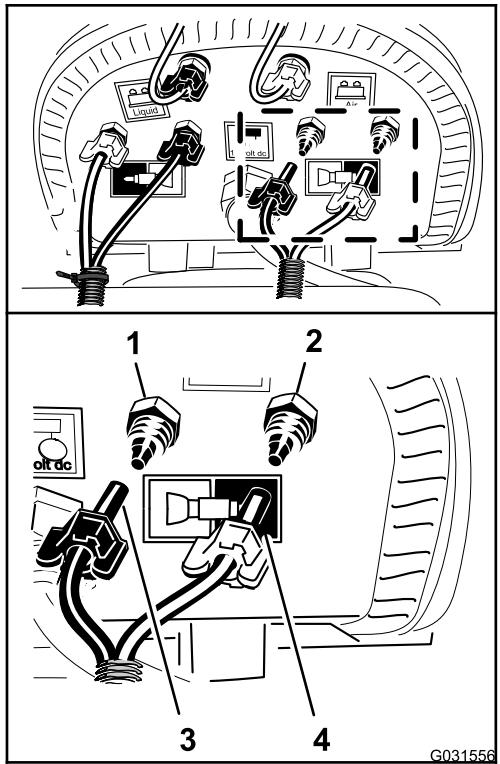

Figura 144
5. Collegate il tubo non marcato (senza fascetta per cavi) allineando il tubo blu per la sezione di irrorazione di sinistra sul raccordo di compressione per il circuito dell'acqua della sezione di irrorazione di sinistra (Figura 144).
- Montate il dado di compressione del tubo sul raccordo e serrate il dado manualmente (Figura 144).
- Allineamento del tubo trasparente per la sezione di irrorazione di sinistra sul raccordo di compressione per il circuito dell'aria della sezione di irrorazione di sinistra (Figura 144).